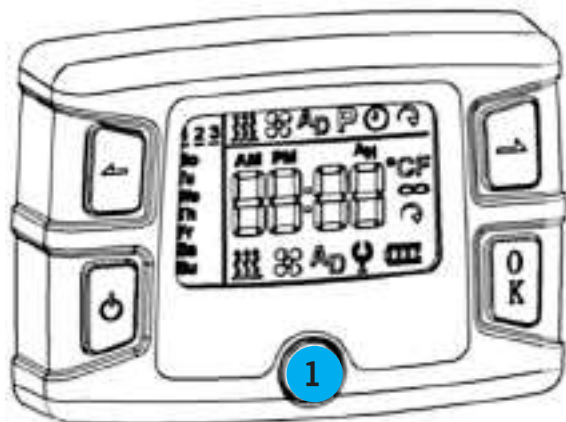

Fig. 43
Ta bort vredet Fig. 43 (1) för att fästa styrenheten med en skruv.